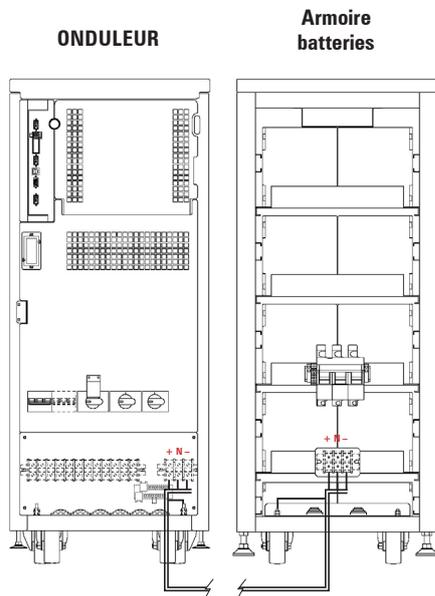

Fig. 33. Connexion entre ONDULEUR et des armoires de batteries.
- La connexion de l'armoire de batteries avec un ONDULEUR de puissance plus grande de 20 kVA (LV) / 40 kVA (HV) ou pour des modèles B1 sera réalisée au moyen d'un tuyau de câbles qui est fournit en branchant un extrême aux bornes (X11), (X23), (X12) et (X19) de l'ONDULEUR et l'autre aux bornes (X47), (X49), (X48) et (X10) du module de batteries, en respectant la polarité indiquée sur l'étiquetage de chaque élément et dans ce manuel, ainsi que la couleur des câbles (rouge pour le positif, noir pour le négatif, bleu pour la prise moyenne (N) et vert-jaune pour la prise de terre), voir Fig. 33.